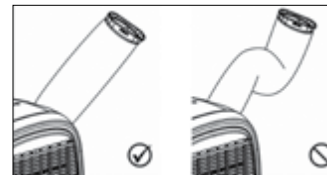

Рис. 2.
- 2) Запрещается перегибать шланг! (см. рис.2)